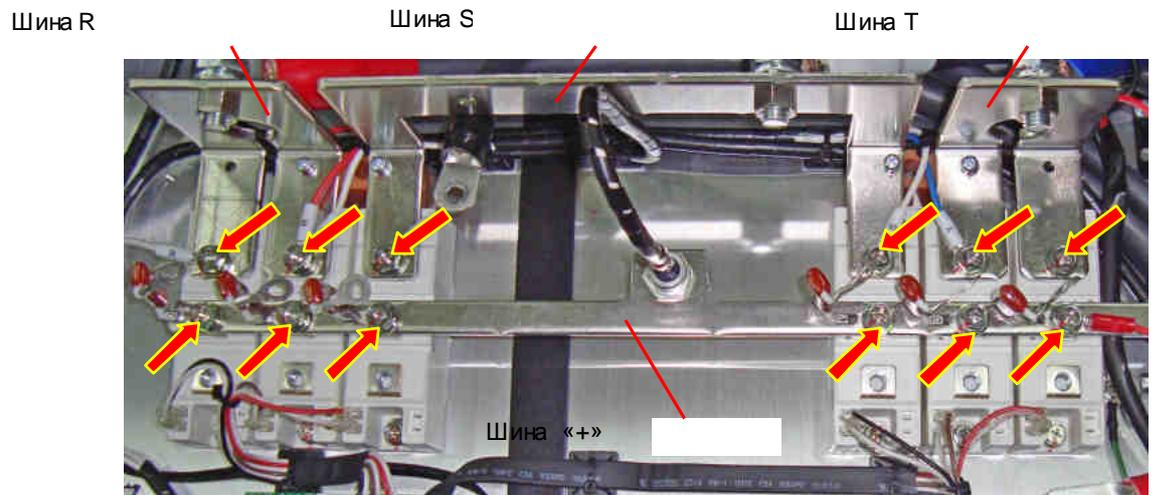

Рис. 6.29.
6.17.1. Выкрутить 6 винтов крепления шины «+» входных диодно-тиристорных модулей и балластных конденсаторов и 6 винтов крепления входных шин «R», «S», «T» (красные стрелки на рис. 6.29). Положить в инты и балластные конденсаторы в тару.